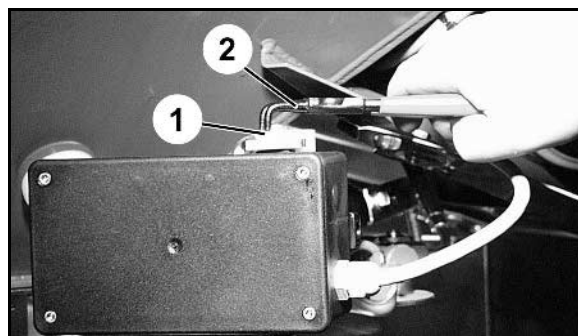

Fig. 12
1. Enlevez les deux circlips (Fig. 12/1) avec une pince à circlip (Fig. 12/2).